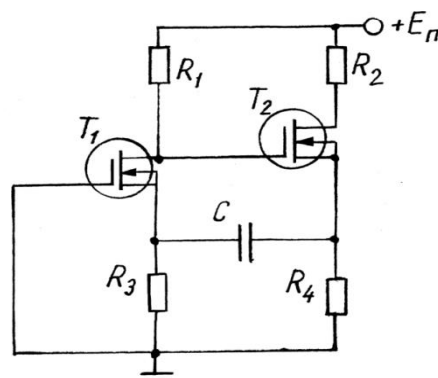

Рис. 7.1
7. Рассчитать параметры элементов мультивибратора, приведённого на рис. 7.1.
Мультивибратор (рис. 7.1) содержит два одинаковых полевых транзистора n -типа с индуцированным каналом T_1 и T_2 , 4 резистора $R_1...R_4$ и один конденсатор C . Подложки полевых транзисторов T_1 и T_2 соединены с истоками. Сток транзистора T_1 соединён с затвором транзистора T_2 .
Необходимо определить параметры элементов R_3 , R_4 и C , исходя из заданной частоты генерируемого сигнала f и следующих условий: $R_4/(R_2 - R_4) > 1$ и $R_2 - R_4 > 0$. Неуказанные параметры элементов схемы мультивибратора (рис. 7.1) выбираются самостоятельно.